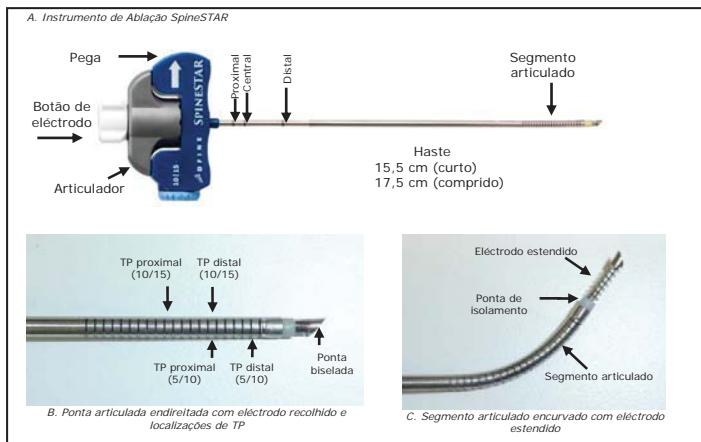

Figura 2
Figura 2: O Instrumento de Ablação SpineSTAR (SS) (A) possui uma pega com um articulador (cor cinzenta) que encurva o segmento articulado na direcção do indicador (seta branca) e o botão de eléctrodo branco, que estende o eléctrodo a partir da extremidade distal do segmento articulado (C). A distância máxima total de extensão do eléctrodo para além da extremidade do segmento articulado é de 10 mm. Existem dois termopares (TP) no segmento articulado da haste (B): para a configuração de TP 10/15, o TP distal está situado a 10 mm da ponta de isolamento, enquanto o TP proximal está a 15 mm da ponta de isolamento; para a configuração de TP 5/10, o TP distal está situado a 5 mm da ponta de isolamento, enquanto o TP proximal está a 10 mm da ponta de isolamento. Três marcas pretas na haste representam a localização da ponta biselada e dos TP em relação à extremidade distal da cânula de trabalho. A ponta de isolamento (C) é radiolucente e representa o centro da zona de ablação.